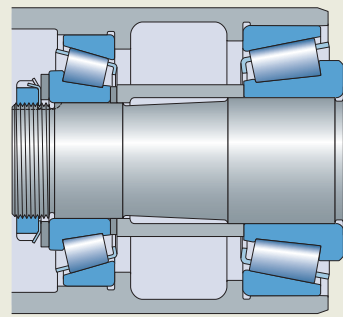

Fig. 15
- deep groove ball bearings (fig. 15)